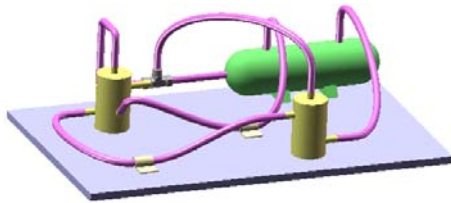

图 11.10.22 管筒线路 4 的创建
Step6. 退出编辑状态。单击 **装配体** 工具条中的“编辑装配体”按钮 ，完成图 11.10.22 所示的管筒线路 4 的创建。